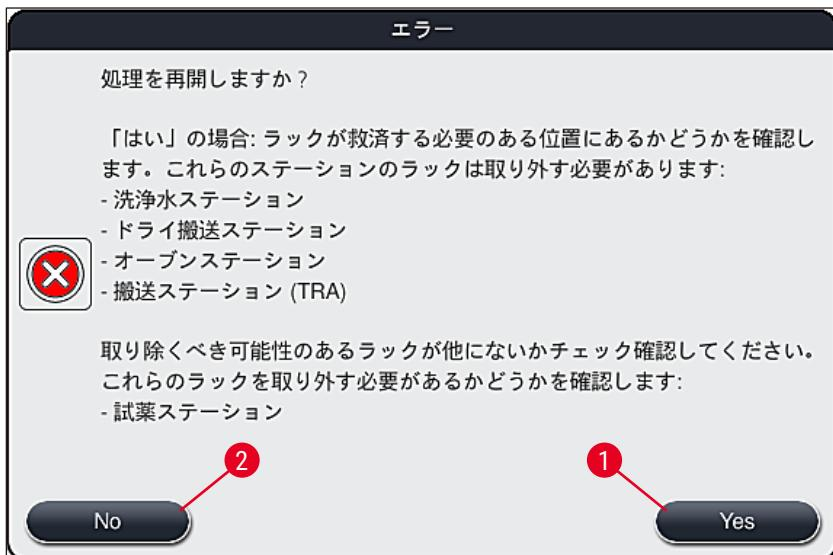

図112
4. ここでオペレーターは、染色プロセスを再開するか (→ P. 139 – 8.2.2 電源障害後の染色処理の再開)、またはキャンセルするか (→ P. 140 – 8.2.3 電源障害後の全染色処理のキャンセル)(→「図112」) を選択できます。
- 直前の情報メッセージ(→「図 112」)に従って救済を要するラックを装置から取り出し、画面上の対応するステーション(→「図 113-1」)を押して取り出したことを確認します。
染色処理をキャンセルし、前の選択メニュー(→「図112」)に戻るには、「キャンセル」ボタン(→「図114-2」)を押します。